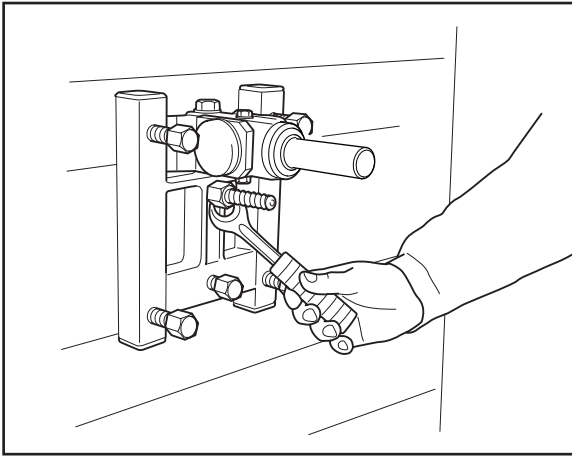

Fig. 8
1. Praticare un foro (15 mm) nella parete e inserire il bullone a espansione. Avvitare la piattaforma GB 40 AT con la chiave da 24 mm (fig. 8).
1. Ein Loch (15 mm) in die Wand bohren und die Spreizschraube einschrauben. Sohlenplatte GB 40 AT mit dem 24-mm-Schraubenschlüssel festschrauben (Abb. 8).
1. Percer un trou (15 mm) dans le mur et enfoncer le boulon d'expansion. Visser le piétement GB 40 AT à l'aide d'une clé de 24 mm (Fig.8).
1. Boor een gat (15 mm) in de wand en sla de rekbout daar in. Schroef de bodemplaat GB 40 AT vast, gebruik een 24 mm sleutel (Fig. 8).